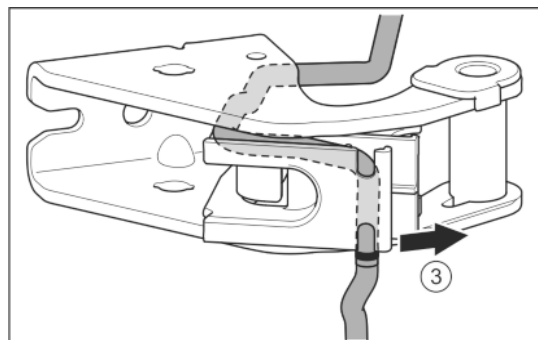

Fig. 28
- ▶ Uvolněte kabel z vedení. *Fig. 28 (3)*